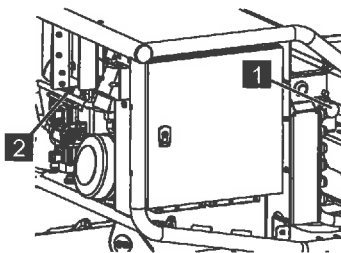

Abb. 189
6. Nach dem Servicebetrieb das Ventil [LS] (Abb.189/2) komplett heraus drehen und das Ventil [Stütze, Kette] (Abb.189/1) gegen den Uhrzeigersinn entriegeln und die Abdeckhauben wieder anschrauben.